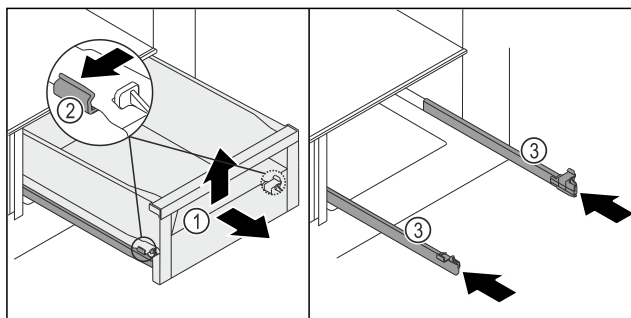

Fig. 210
- Vytiahnite zásuvku Fig. 210 (1) až na doraz.
- Súčasne zľahka potlačte svorku Fig. 210 (2) vľavo a vpravo na koľajničkách smerom von.
- Zásuvka Fig. 210 (1) sa uvoľní z koľajničiek.
- Zdvihnite zásuvku Fig. 210 (1) vpredu.
- Vyberte zásuvku Fig. 210 (1) dopredu.
- Zasuňte koľajničky Fig. 210 (3).